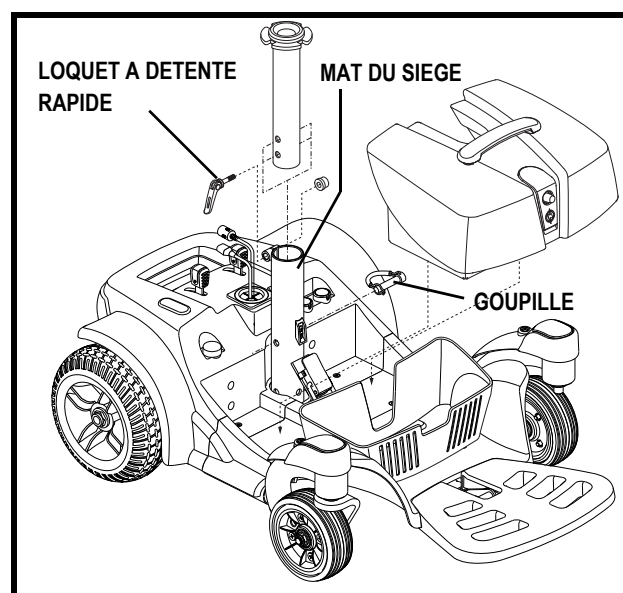
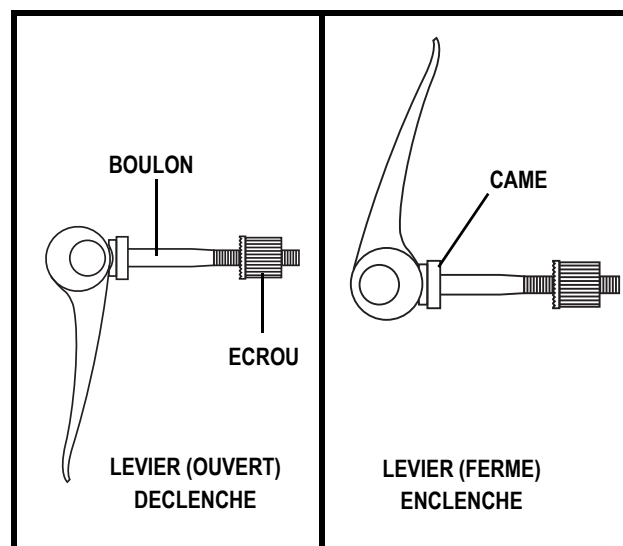

Figure 16. Hauteur du siège
Figure 17. Fonctionnement du loquet à détente rapide
5. Détachez le loquet à détente rapide. Voir la figure 16.
9. Enclenchez le loquet à détente rapide. Voir la figure 17.
Le loquet à détente rapide sert à supprimer le jeu excédentaire sur le mât du siège. Voir la figure 16. Le loquet à détente rapide est composé d'un boulon, d'un écrou, came et levier. Voir la figure 17. Le levier possède une came sur une extrémité pour l'enclencher. Le loquet présente deux positions: enclenchée ou déclenchée. Lorsque le levier est ouvert, le loquet est déclenché. Lorsque le levier est fermé, le loquet est enclenché.